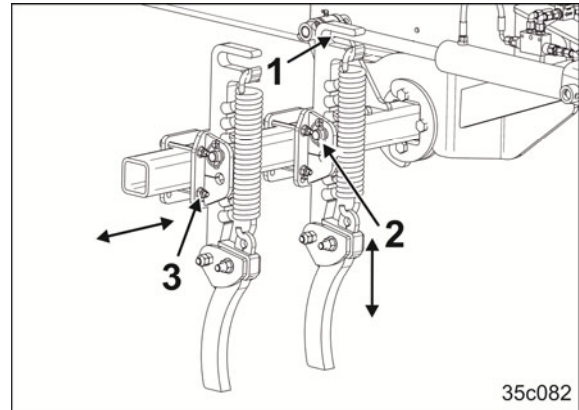

Fig. 196
1. Kontraspænd skruen (Fig. 196/3) efter indstilling af sporldøsnere.
1. Hold sporldøsnere fast på håndtaget (Fig. 196/1).
2. Fjern bolten (Fig. 196/2).